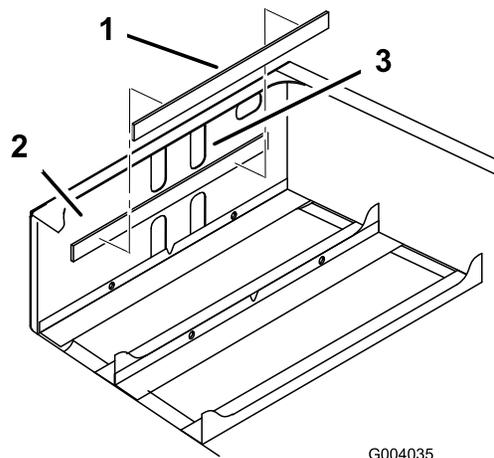

Figure 5
3. Retirez la bande adhésive au dos de la cale et placez la cale sur la face intérieure avant du cadre arrière (Figure 5).
**Remarque:** La cale doit se trouver à environ 6 mm en dessous du bord inférieur des découpes supérieures (Figure 5).